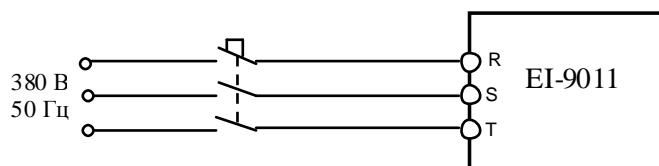

Рис. 4.25. Подключение ПЧ к сети ~3ф 380 В.
4.14.3. Подать напряжение питания 3Ф ~380 В на преобразователь, как показано на рис. 4.25.